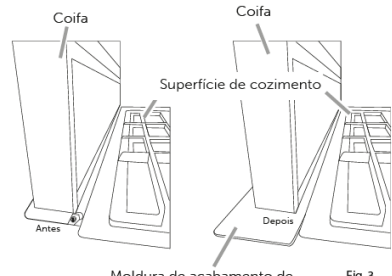

Fig. 3
- C. Moldura de acabamento para instalação de borda plana. (Fig 3)
Use a moldura de acabamento de borda plana (Fig. 3) quando a instalação do seu fogão for em borda plana e houver um vão entre a coifa, fogão ou bancada em ambos os lados.